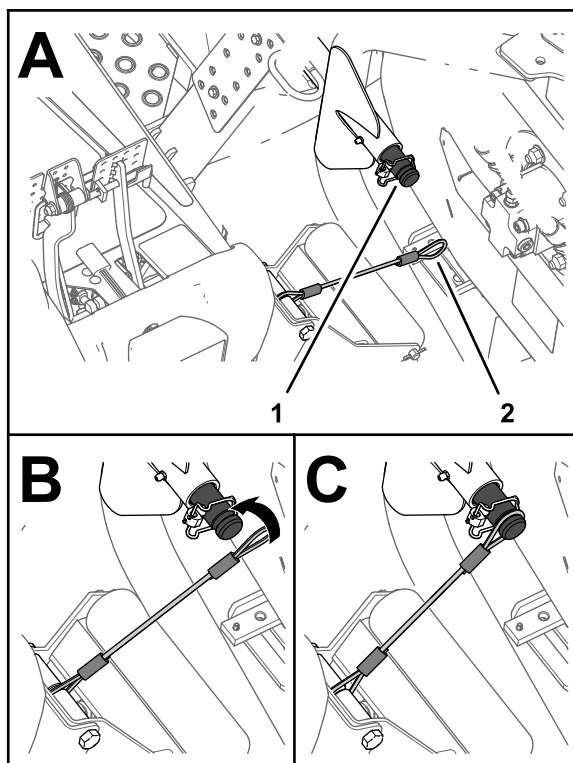

Рисунок 71
5. Совместите строп с несущим валом подъемного рычага переднего наружного режущего блока (Рисунок 71).
6. Наденьте петлю стропа на несущий вал до полной посадки петли в канавку вала (Рисунок 71).